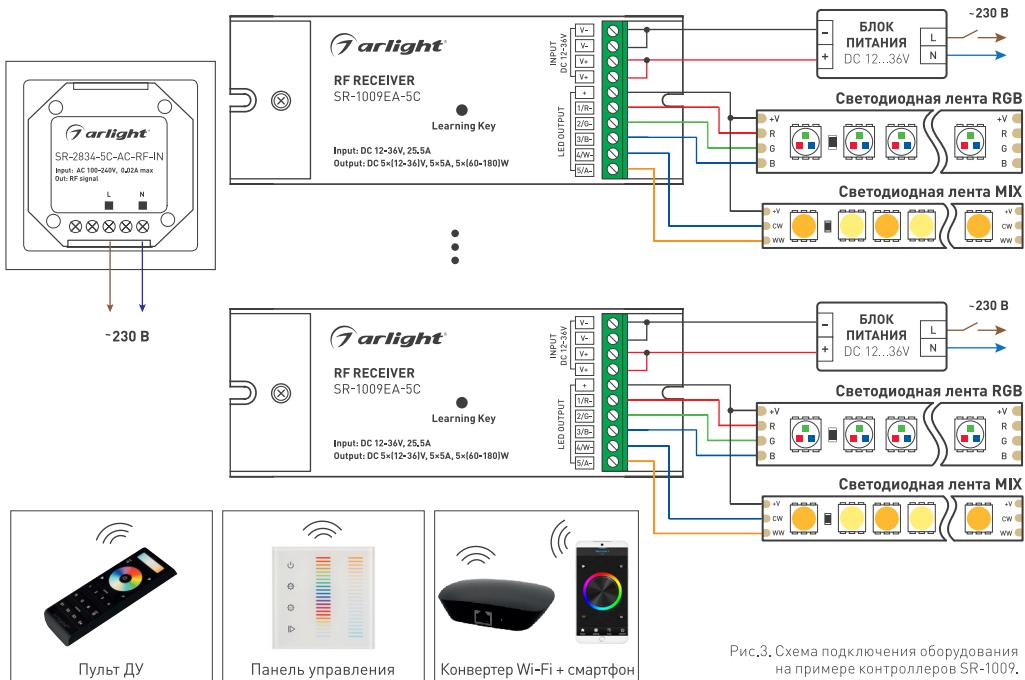

Рис.3. Схема подключения оборудования на примере контроллеров SR-1009.
- Подключите контроллеры и светодиодную ленту (подробнее, см. инструкции к используемому оборудованию). Пример подключения оборудования приведен на Рис. 3.